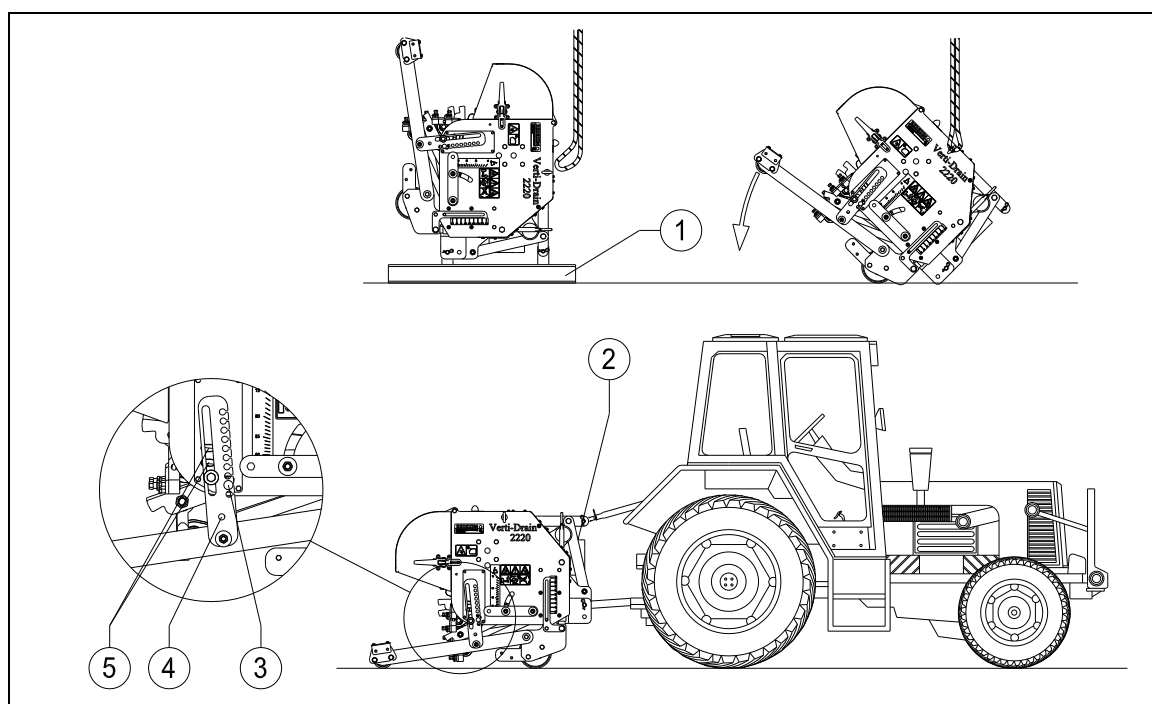

Fig. 8
La macchina si trova in posizione verticale sul pallet. Per togliere il pallet e mettere la macchina sul terreno in posizione orizzontale, compiere le seguenti operazioni (si veda la fig. 8):
-  Per prevenire che il rullo posteriore rimanga appeso in caso di profondità insufficiente, si può bloccare il rullo inserendo la spina di sicurezza (3) (fig.8) in uno dei fori (5).
- ⚠ **Se la Verti-Drain® non viene montata correttamente dietro al trattore, si veda la fig. 8, i diversi angoli della presa di forza possono provocare delle vibrazioni nella linea di trasmissione della macchina. Le vibrazioni possono danneggiare la macchina e i fori nel terreno.**